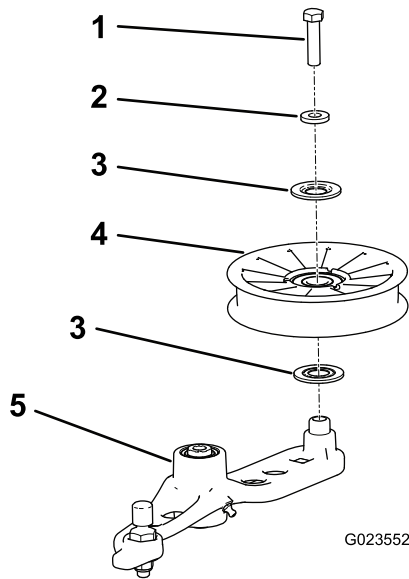

图58
6. 拆下将旧张紧轮固定到张紧臂上的螺栓，并安装新张紧轮（图58）。